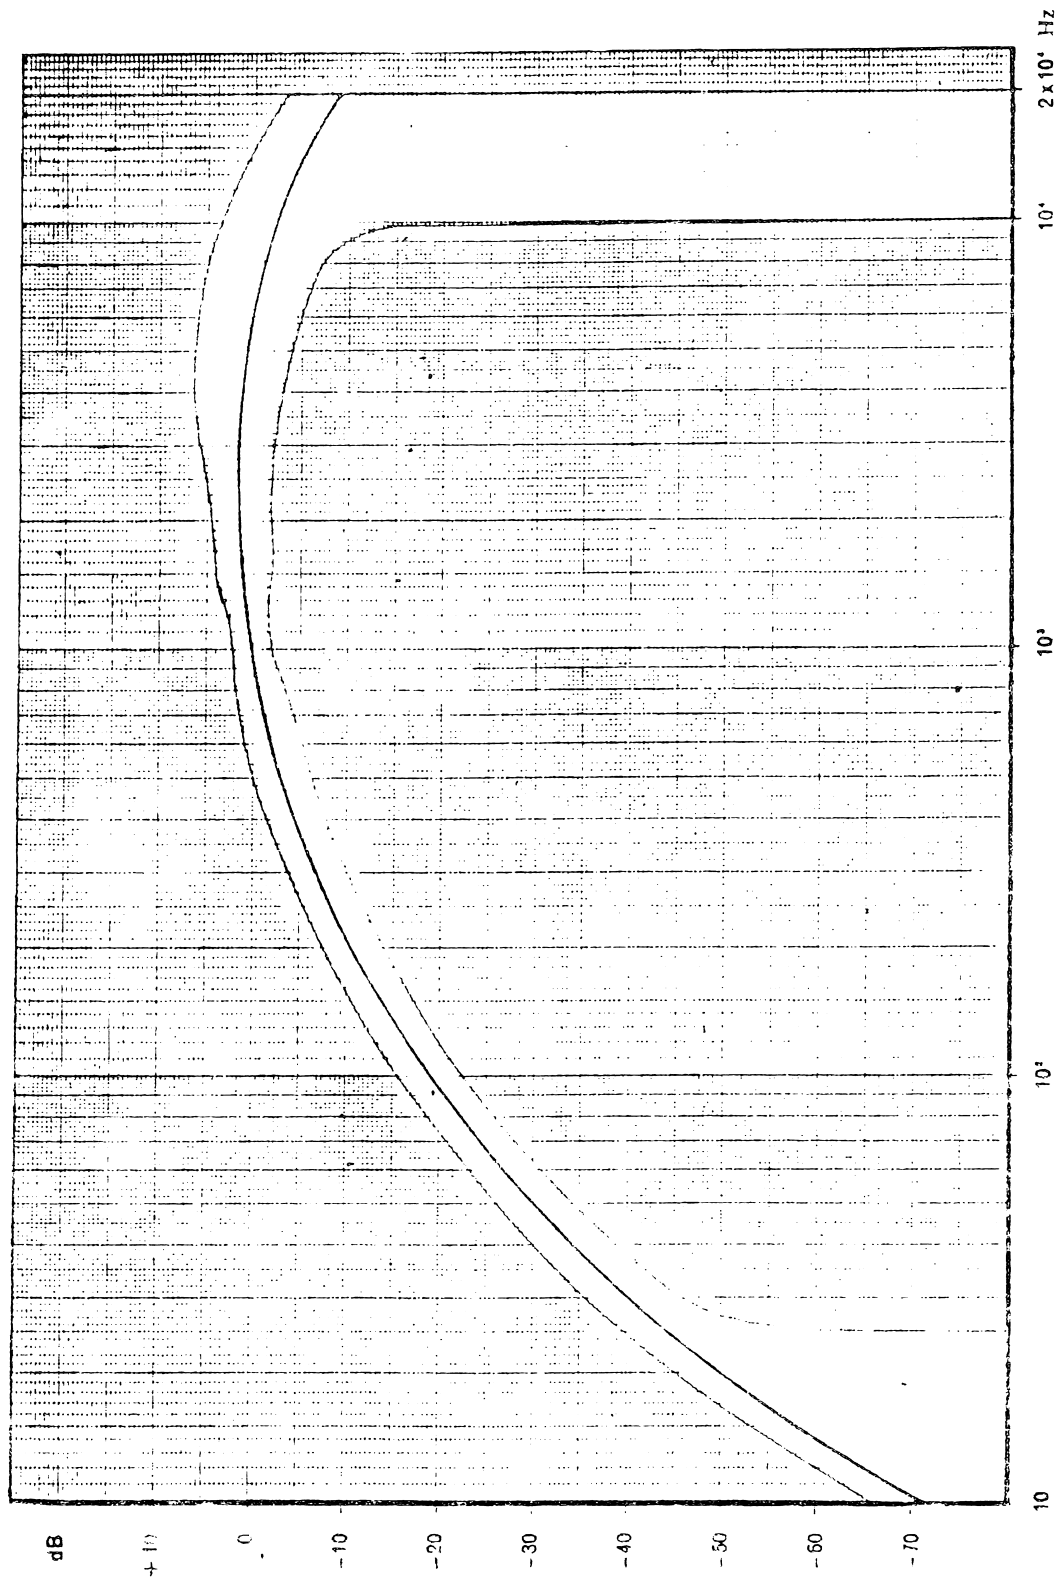

Fig. 3: Filter IEC 123/A.
2.   Som pkt. 1, men med indkoblet "ørefilter" - IEC 123/A (fig. 3). Dette filter anvendes specielt ved signal/støj- samt krydstalemålinger.
Det er ofte angivet i servicebeskrivelserne, at der skal anvendes "ørefilter" (fig. 3). Et sådant er indbygget i RWM 4. I så fald indtrykkes "  " i stedet for "  ". Der anvendes de samme formler som ovenfor. (3, 4 og 5). Eks. Signal/støj-forholdet ved 500 mW ønskes. Modtagerens output reguleres til 500 mW. Målesenderens modulation afbrydes, og der aflæses et udslag på wattmeteret på $X = \div 10 \text{ dB}$ (100 μW), hvilket giver